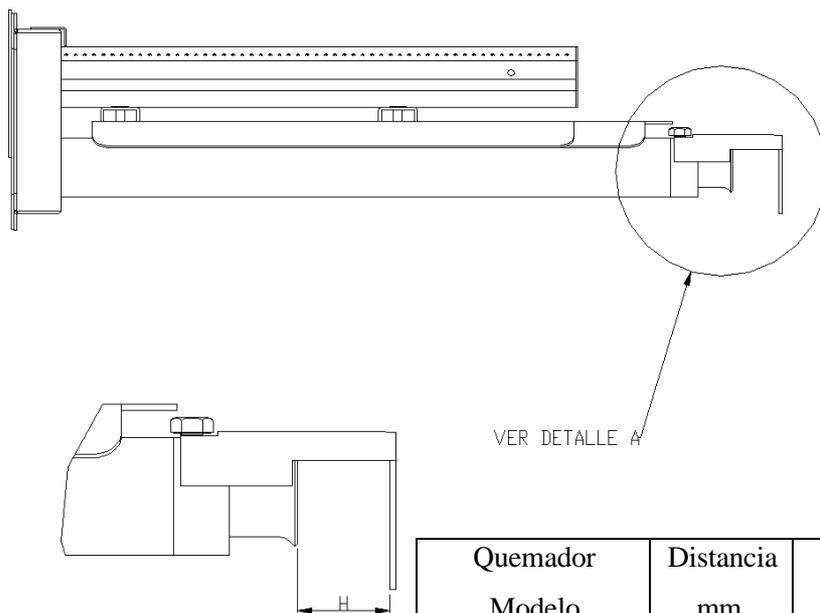

Fig. 3
*** Caudal de Aire necesario para la combustión. (Fig. 3)**
En la tabla incluida a continuación se indica la distancia H (fig.3) apropiada para el quemador. Esta medida está calculada para obtener el caudal de aire necesario para la combustión en los diferentes quemadores.